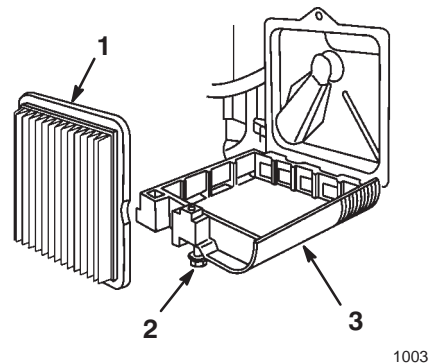

Figure 18
3. Desserrez la vis qui fixe le couvercle du filtre à air au moteur (Fig. 18).
5. Enlevez et jetez l'élément filtrant en papier usagé (Fig. 18).